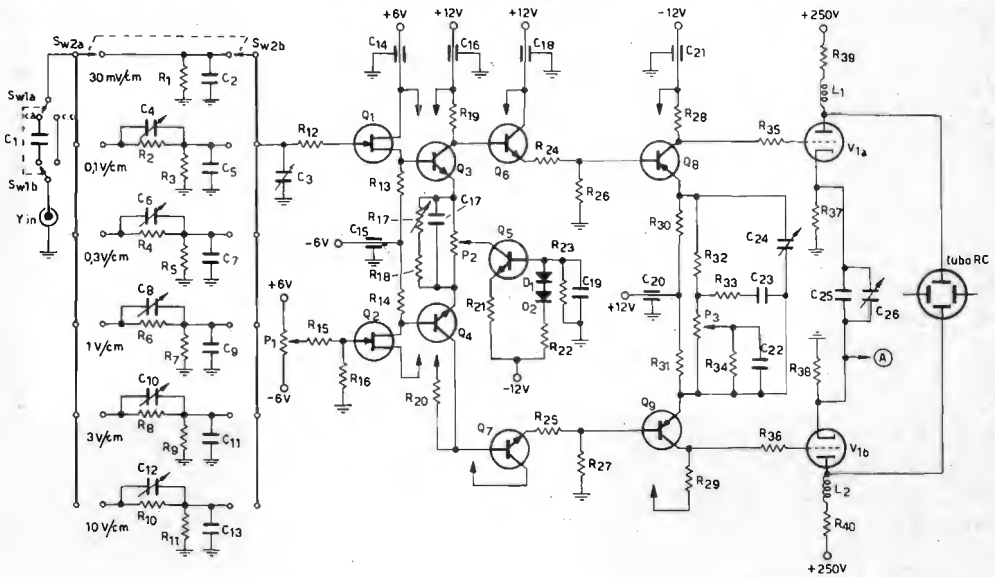

figura 2
(A) è l'attenuatore di ingresso; (1a) è il FET di ingresso che lavora come source follower (Q₁); (1b) è un circuito identico impiegato per simmetrizzare lo stadio ed è, nello schema di figura 2, il transistor Q₂. Entrambi servono a riportare su bassa impedenza la V_Y (segnale di ingresso) e la V_R (segnale di riferimento che è fornito dal comando « posizione Y »).